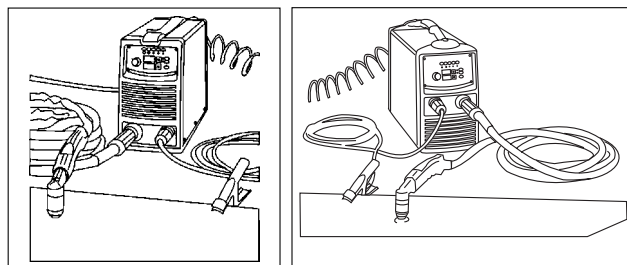

Fig. 4
Tilslut stekablets konektor stabilt til strømkilden, som vist på fig. 4.
3. Placér steklemmen på skæreemnet, og sørg for at der er god elektrisk kontakt (Fig. 4).